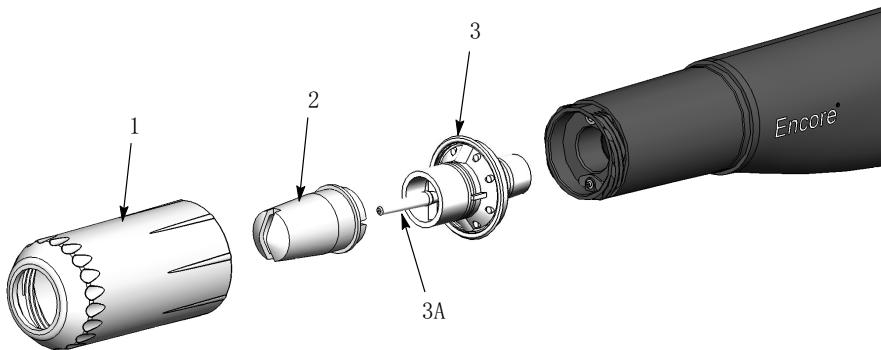

图 8 扁平喷嘴拆卸和安装
1. 请参见图 8。以逆时针方向拧松喷嘴螺帽 (1)。
2. 从电极组件 (3) 上拔出扁平喷嘴 (2)。